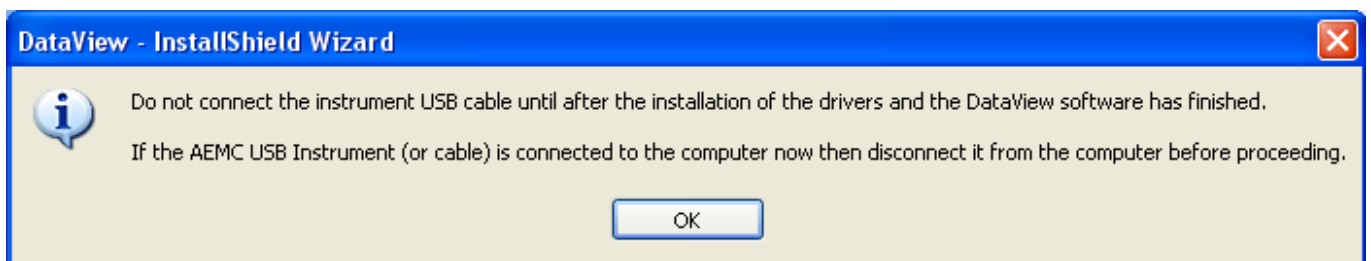

Abb. 1-3
10. Wenn das gewählte Instrument wie hier einen USB-Anschluss benötigt, erscheint eventuell ein Informationsfenster (siehe Abb. 1-3).